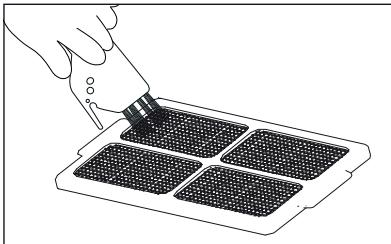

Fig. 11
- 5) Rengør sigtefilteret med rengøringsbørsten 10 (se fig. 11).